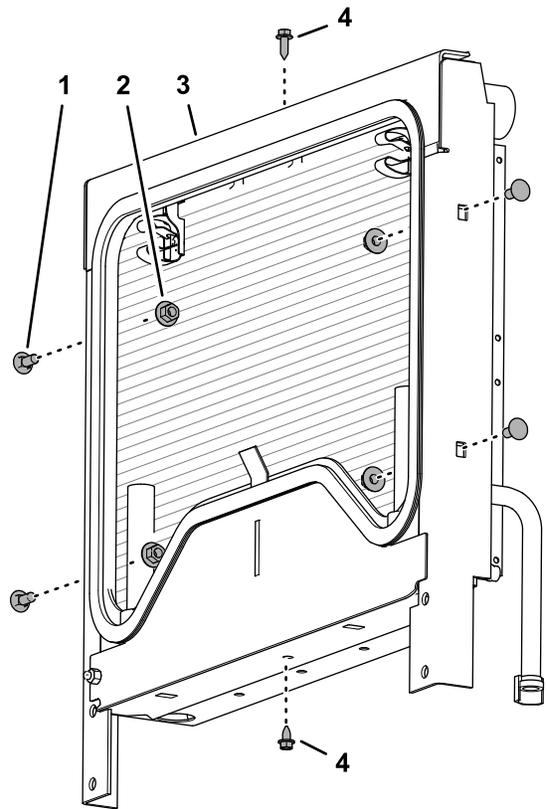

図 22
- 2. 取り付けフレームをラジエターに固定しているキャリッジボルト4本と鋸歯付きフランジナット4個を外す 図 22。
- 1. ラジエター取り付けフレームを固定しているフランジヘッドねじを外す 図 22。